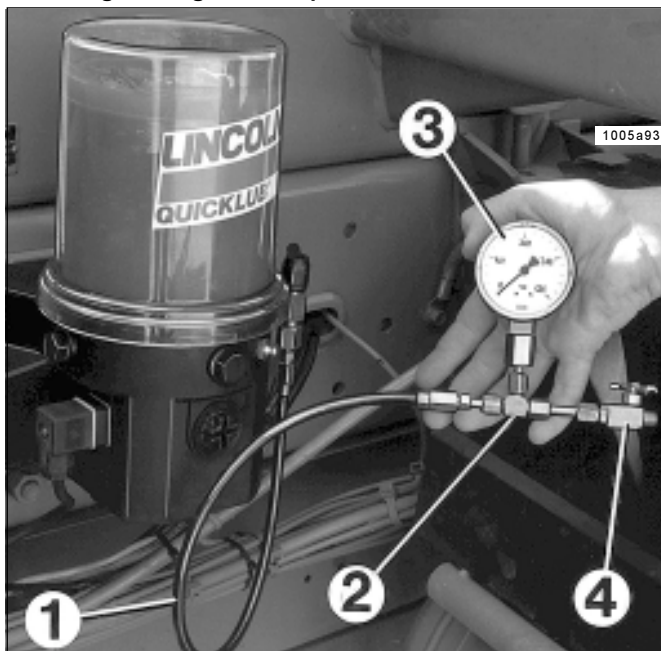

Abb. 32 - Druckbegrenzungsventil prüfen
- * Manometer (0-600 bar; 0-8708 psi) am Druckbegrenzungsventil (Abb. 32) anschließen.